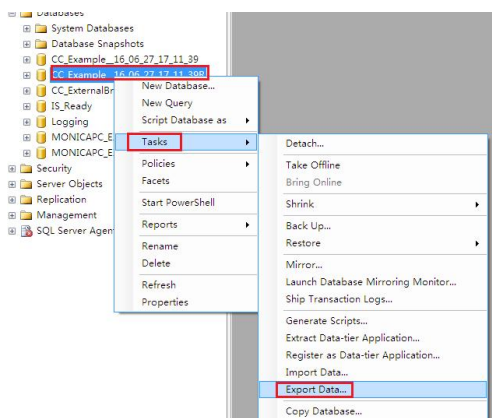
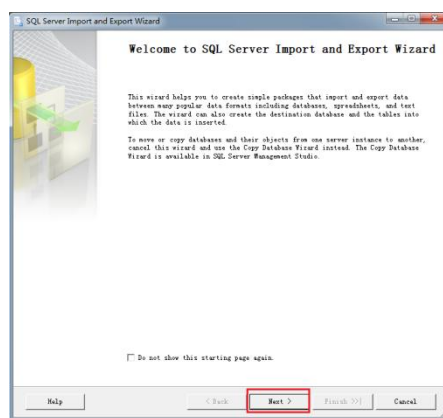

图 3-6
图 3-7
1.启动导出向导。右击 WinCC 项目的运行数据库，选择 Tasks -> Export Data，如图 3-6 所示。在弹出的 SQL Server Import and Export Wizard 中点击下一步，如图 3-7 所示。